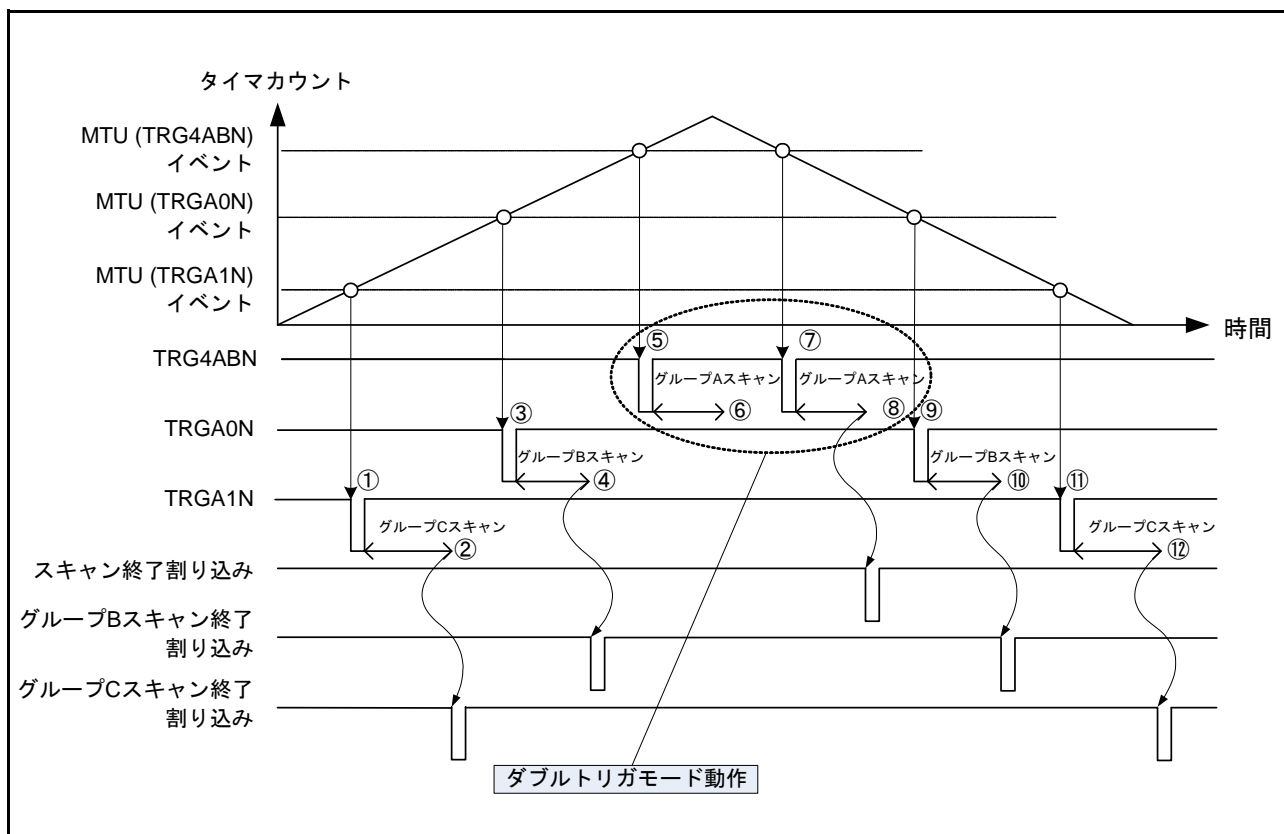

図 38.15 グループスキャンモードでダブルトリガモード選択時の動作例 (MTU からの同期トリガ発生による基本動作)
- (1) グループ B のトリガ入力によって ADCSR.ADST ビットが“1” (A/D 変換開始) になると、ADANSB0、ADANSB1 レジスタで選択したアナログチャンネルを ADSCSn レジスタで設定した変換順序に沿って A/D 変換を開始します。(図 38.15 のチャンネル変換順序設定: AN000 → AN001 → AN002 → AN003)
- (2) チャンネルの A/D 変換が終了すると A/D 変換結果は対応する A/D データレジスタ (ADDRy) に格納されます。
- (3) グループ B のスキャン中に、グループ A のトリガが入力されると、ADCSR.ADST ビットを“1”に保持したまま、グループ B のスキャンを中断し、ADANSA0、ADANSA1 レジスタで選択したアナログチャンネルを ADSCSn レジスタで設定した変換順序に沿ってグループ A のスキャンを開始します。
- (4) チャンネルの A/D 変換が終了すると A/D 変換結果は対応する A/D データレジスタ (ADDRy) に格納されます。
- (5) ADCSR.ADIE ビットが“1” (スキャン終了割り込みを許可) に設定されていると、スキャン終了割り込み要求が発生します。
- (6) ADGSPCR.GBRSCN ビットが“1” (グループ優先動作で中断されたグループの再スキャンをする) に設定されていると、ADCSR.ADST ビットを“1”に保持したまま、ADANSB0、ADANSB1 レジスタで選択したアナログチャンネルを ADSCSn レジスタで設定した変換順序に沿って再度グループ B のスキャンを開始します。
- (7) チャンネルの A/D 変換が終了すると A/D 変換結果は対応する A/D データレジスタ (ADDRy) に格納されます。
- (8) ADCSR.GBADIE ビットが“1” (グループ B のスキャン終了割り込みを許可) に設定されていると、グループ B スキャン終了割り込み要求が発生します。
- (9) ADCSR.ADST ビットは、すべてのスキャンが終了すると自動的にクリアされ、12 ビット A/D コンバータは待機状態になります。